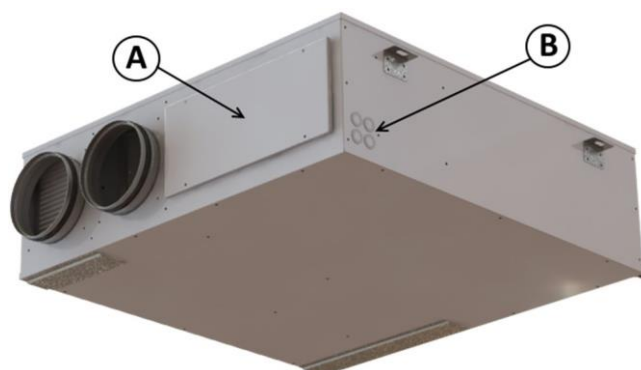

Figura 1: posizione quadro elettrico (A), ingresso cavi (B)
- isolare l'unità dalla rete elettrica agendo sul sezionatore fronte quadro (Figura 1);